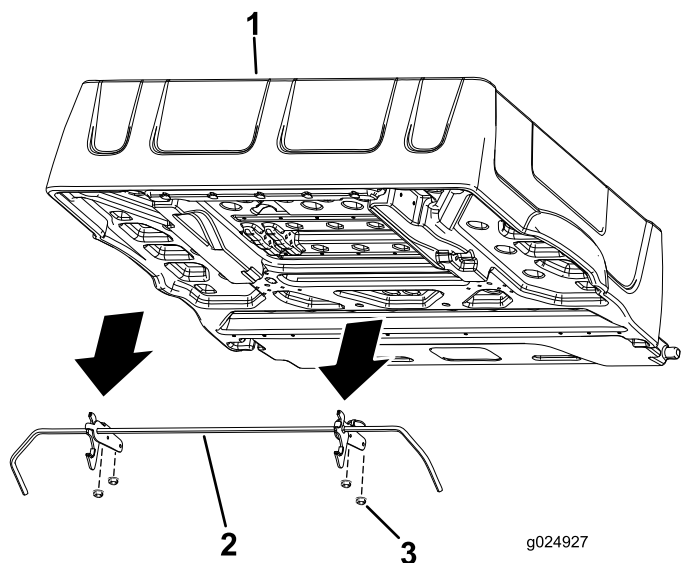

Figure 4
7. Retirez les 4 écrous à embase qui fixent les supports de la tige de verrouillage sur la face inférieure du plateau (Figure 4).